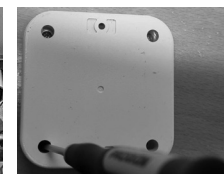

Fig. 13 : Visser le boîtier
- Fermez le boîtier avec les vis du boîtier (Fig. 13).